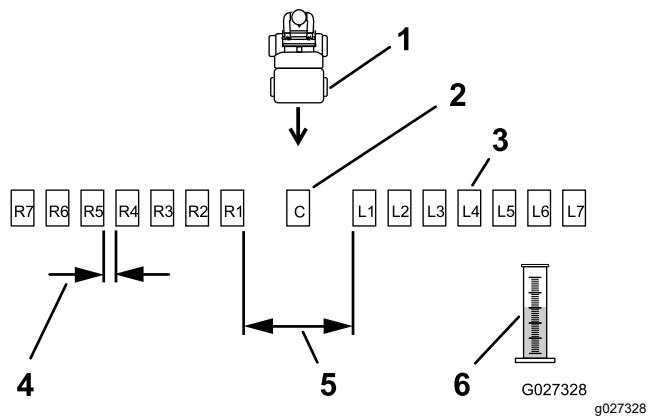

Figura 25
2. Coloque las bandejas restantes en línea recta, como se muestra en la Figura 25 o la Figura 26.
- **Materiales de gránulos grandes:** Coloque 6 bandejas más en cada lado, con 30 cm (12") entre ellas (Figura 25).
6. Etiquete cada cilindro graduado según la bandeja de recogida correspondiente (por ejemplo, L2, L1, Centro, R1, R2...); consulte la Figura 25 y la Figura 26.